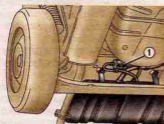

Рис. 2.82. Расположение топливного фильтра: 1 – топливный фильтр; 2 – топливный бак
**Топливный фильтр** 1 (рис. 2.82) установлен под днищем кузова возле топливного бака 2.